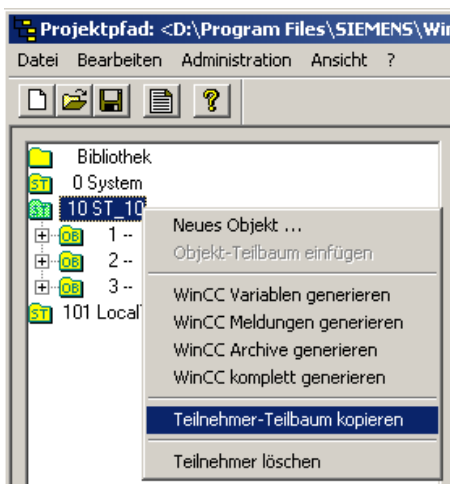

Bild 4-60 Fenster ST7cc Config
1. Selektieren Sie mit der rechten Maustaste den zu kopierenden Teilnehmer und öffnen Sie das Auswahlmü (siehe Bild 4-60).